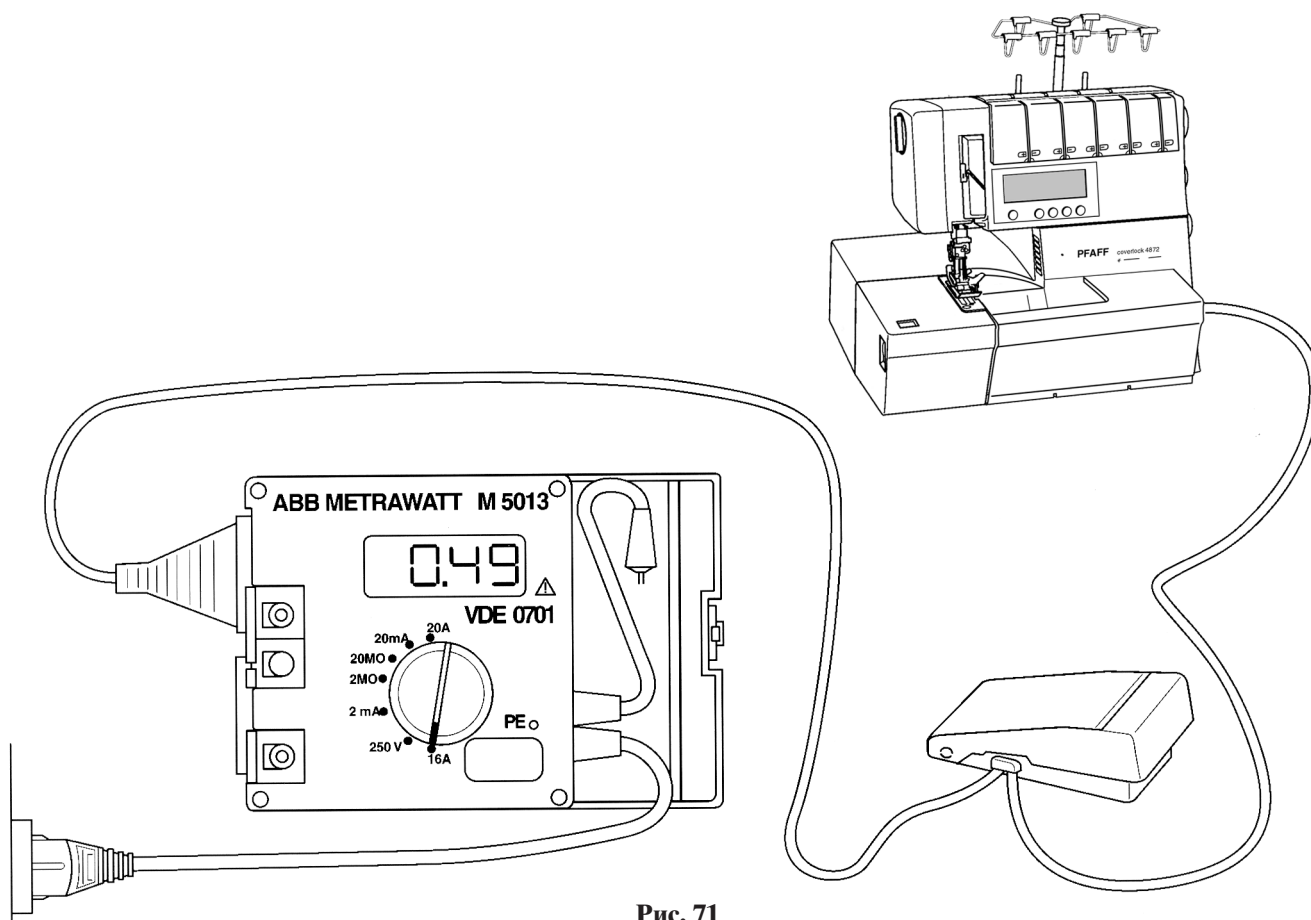

Рис. 71
- Переключатель диапазонов переведите на "16A" (рис. 71).